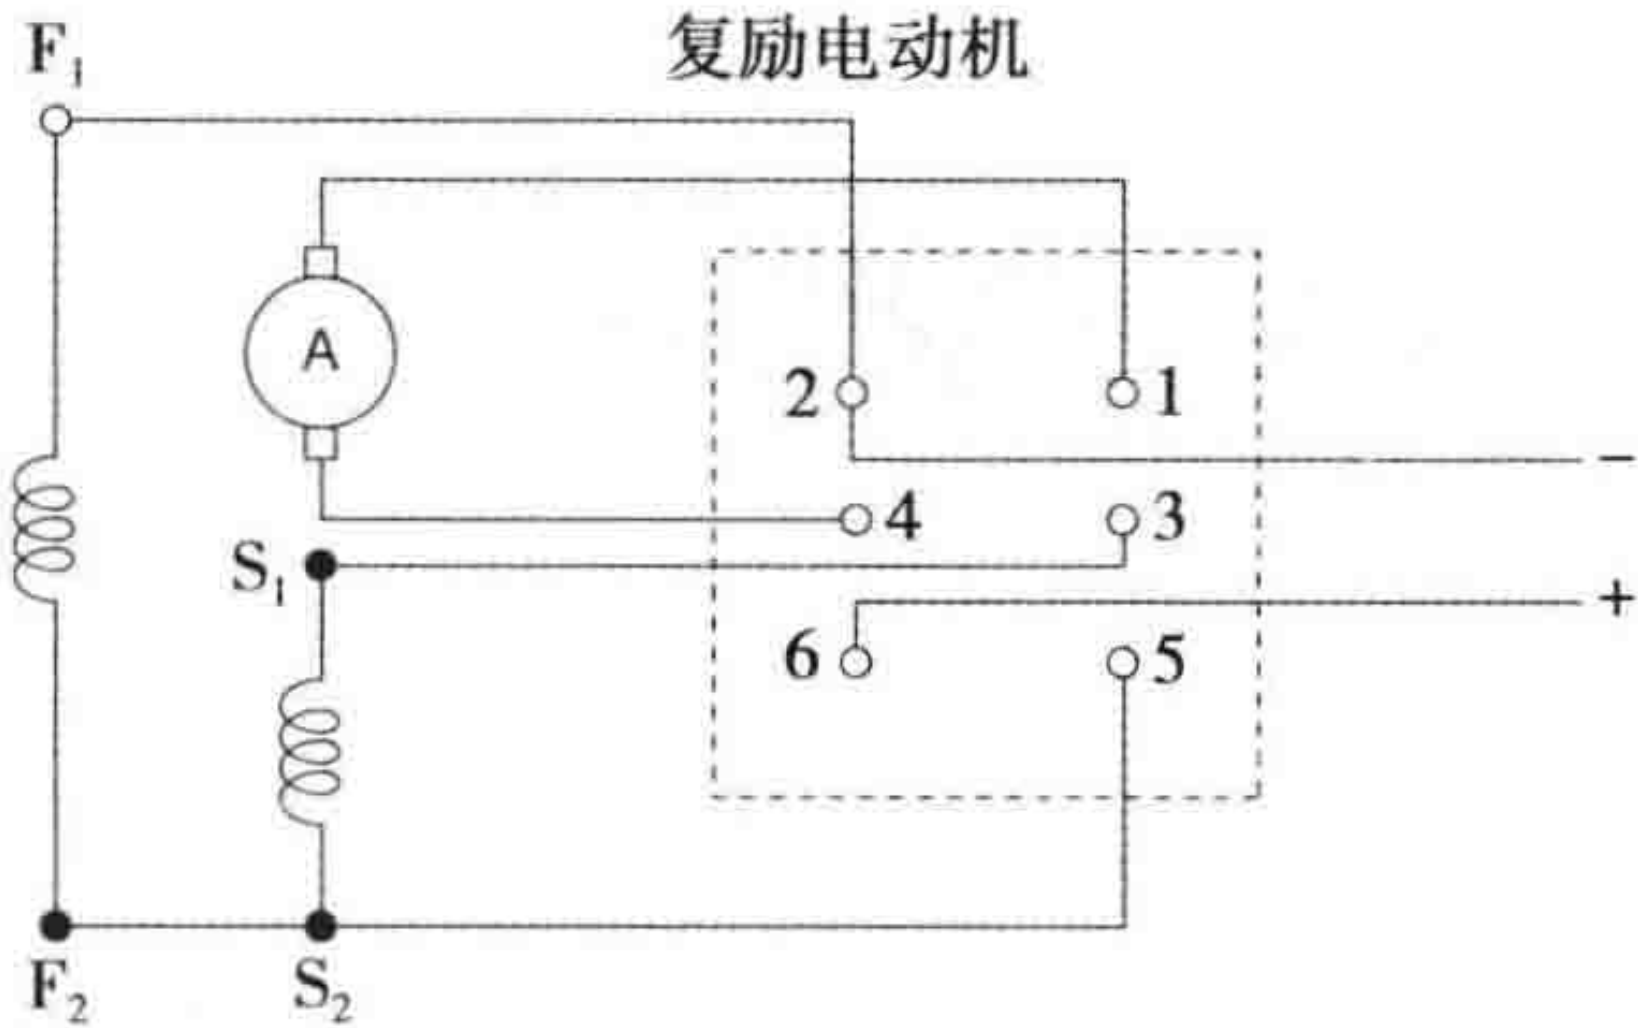

图 P-5
5. 在图 P-5 上画线，完成开关端子间的接线，使复励电动机可以正转。